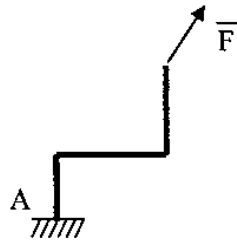

Рис.6
1. Момент силы  $F$  относительно точки  $A$  (рис.6)